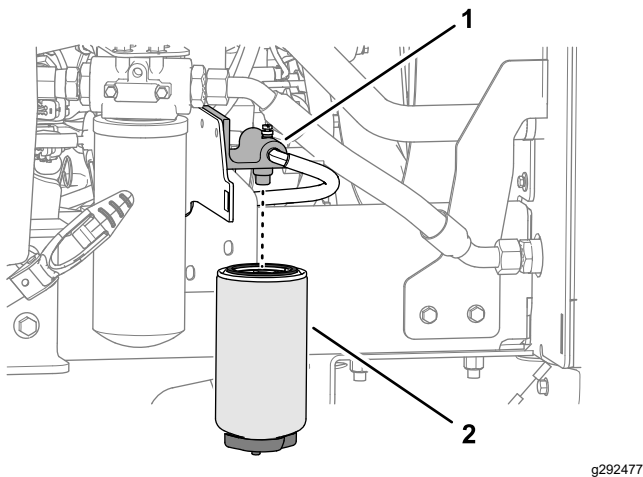

Figura 56
1. Coloque um recipiente limpo debaixo do recipiente do filtro de combustível (Figura 56).
3. Limpe a zona em torno do filtro de combustível e da cabeça do filtro (Figura 56).
4. Retire o recipiente do filtro e limpe a cabeça do filtro (Figura 56).